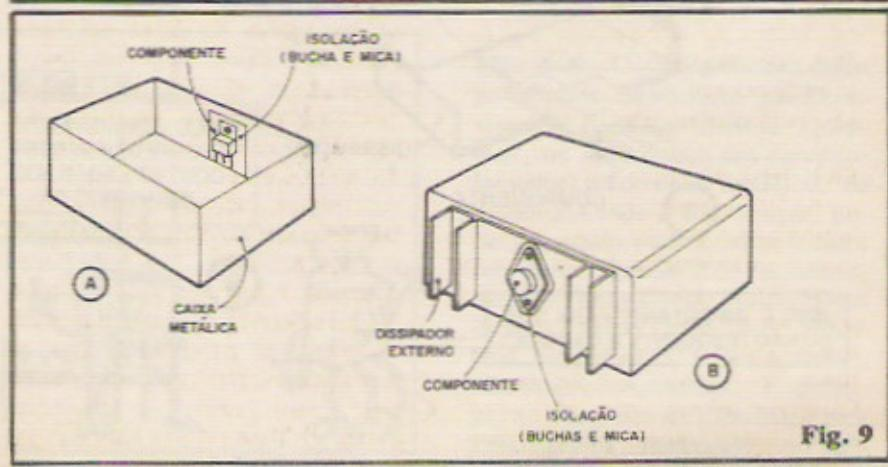
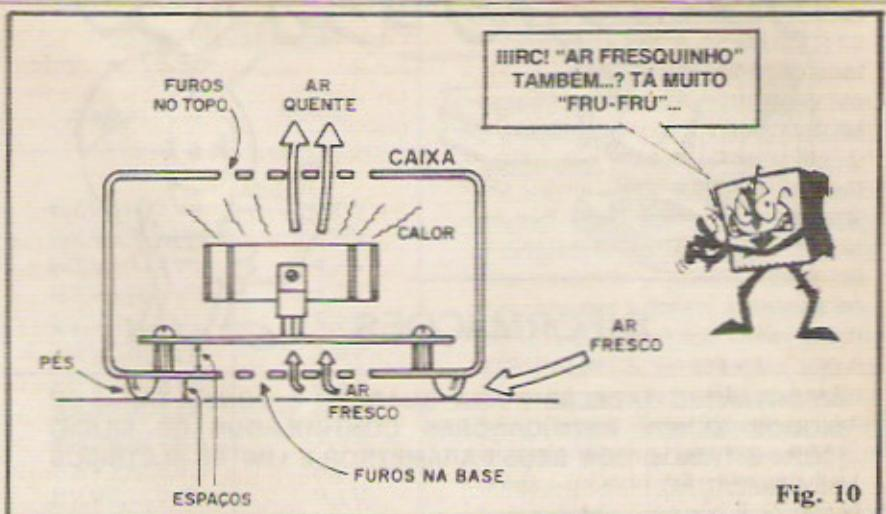

Fig. 9
Fig. 10
- FIG. 9-A - Respeitados os assuntos ligados à isolação (bucha, mica, etc.), se a própria caixa do
- FIG. 9-B - Uma variação da solução mostrada em 9-A... Nesse caso (geralmente também usado com caixas metálicas ou de plástico bastante resistente ao calor...) um dissipador, de grandes proporções, é **externamente** acoplado ao **container**, obtendo-se com isso uma excelente ventilação e transferência térmica, sem "congestionar" o interior da caixa. Quase sempre, nessa solução, o próprio componente cujo calor queremos ver dissipado, também é montado externamente, através dos citados cuidados de isolamento, com buchas de nylon, lâmina de mica, pasta térmica de silicone, etc. É uma solução de **design** muito utilizada em fontes de alimentação "pesadas", de bancada, ou mesmo em amplificadores de áudio poderosos, para uso automotivo...
- FIG. 10 - As soluções mostradas na fig. 9 facilitam muito o aspecto importante da ventilação, já que toda a parte irradiante fica **fora** da caixa. Esse aspecto, contudo, não pode ser esquecido, nos casos em que o sistema de dissipação continua "embutido" no **container**... Observar as seguintes necessidades: a caixa, quase que obrigatoriamente, deverá ser dotada de fu-